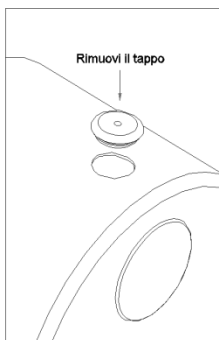
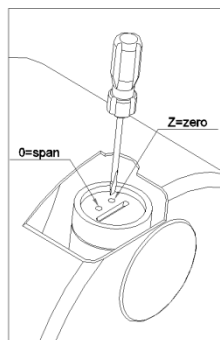

Figure 1
Figure 2
Démonter le connecteur tel que représenté sur la figure 1 et connecter le câble tel que représenté sur la figure 2.
2. Retirez le bouchon de remplissage pour accéder au trimmer de ZÉRO (figure 1) ;
4. En veillant à ce que la pression d'entrée soit nulle, réglez la valeur de sortie du signal à 4 mA avec le trimmer de ZÉRO correspondant à l'intérieur de l'instrument (figure 2) ;